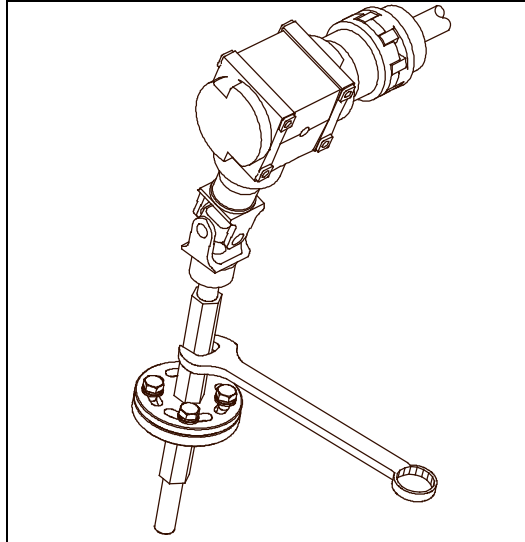

FIGURE 3
8. Faire fonctionner la rallonge coulissante et vérifier si les panneaux extérieurs de la rallonge sont parallèles aux panneaux du véhicule. Si ce n'est pas le cas, tourner la partie supérieure de l'arbre de transmission ajustable jusqu'à l'obtention d'un alignement adéquat (voir la figure 3).